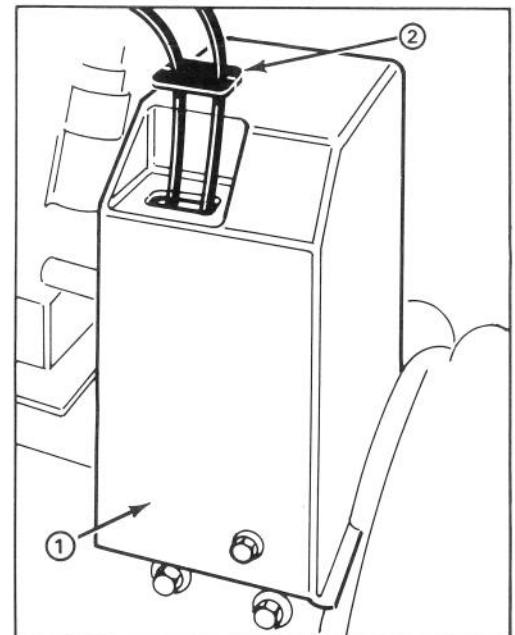

Abbildung 3
8. Obere Riemenabdeckung mit 3 Kopschrauben an Motorrahmen befestigen (Abb. 3)